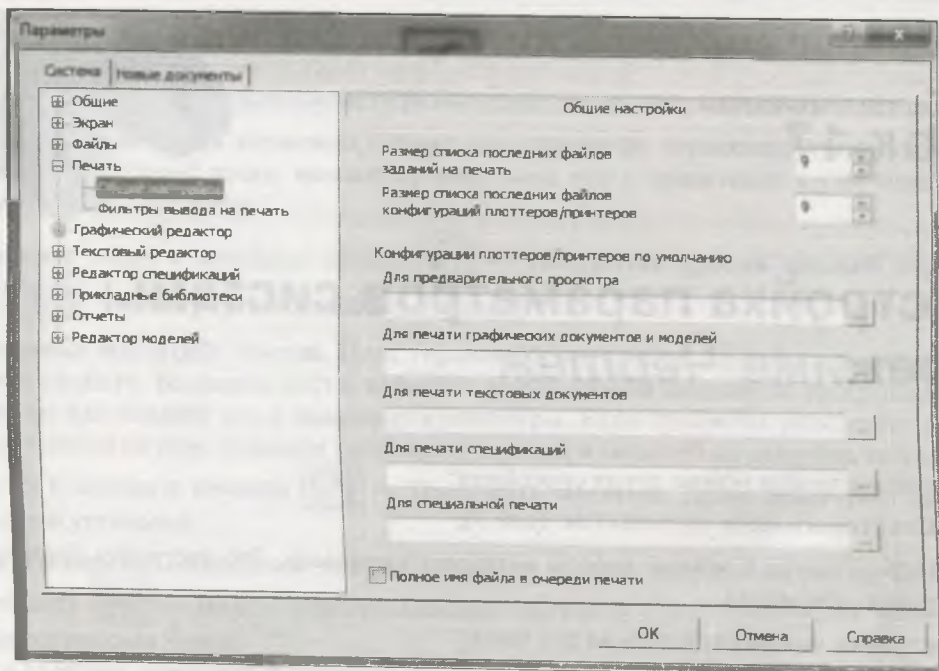

Рис. 17.1. Диалоговое окно Параметры с открытой панелью Общие настройки
- ♦ щелкните ЛК по пункту **Печать ► Общие настройки** — в правой части откроется панель **Общие настройки** (рис. 17.1). На этой панели выполните такие настройки: